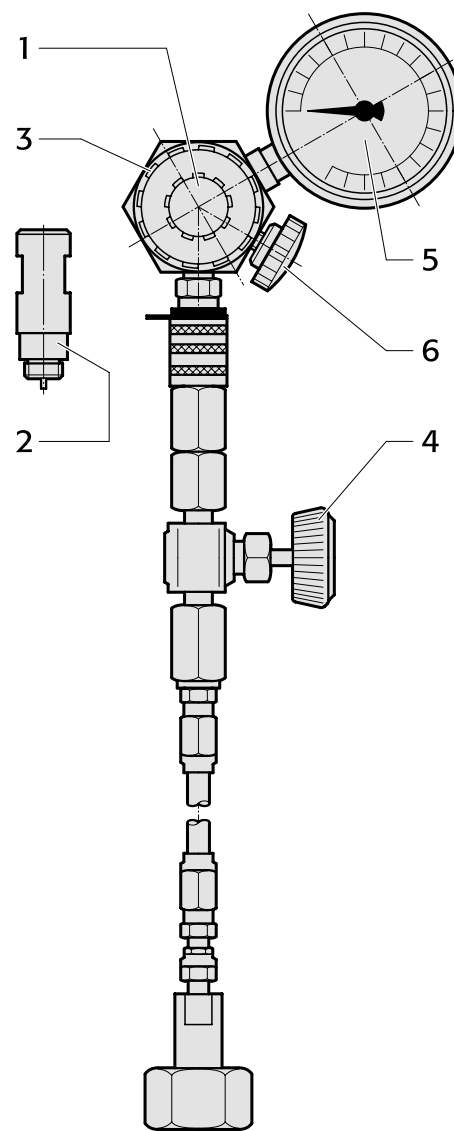

Figure 16:
9.1 Remplissage du maître cylindre et de l'accumulateur hydraulique de pression avec de l'azote à l'état gazeux (fig. 16)